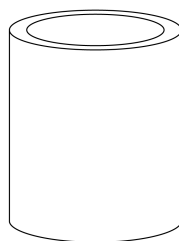

Figura 4: Accessorio per il crimpaggio Qualcrimp
• Accessorio per il crimpaggio Qualcrimp (Figura 4)